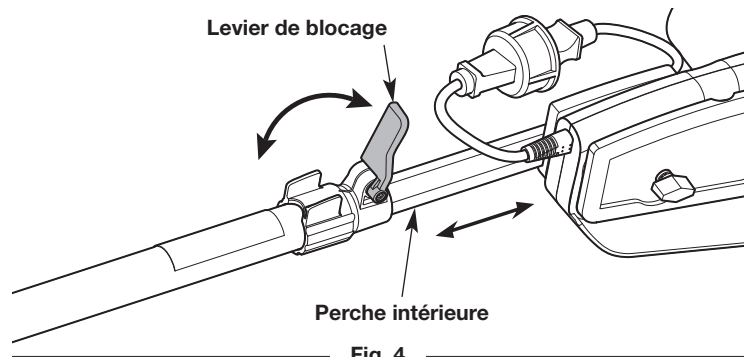

Fig. 4
1. Retourner le levier de serrage (Fig. 4).
2. Faire glisser la perche interne à la longueur désirée (Fig. 4).
3. Abaisser le levier de blocage pour verrouiller la perche intérieure en position (Fig. 4).